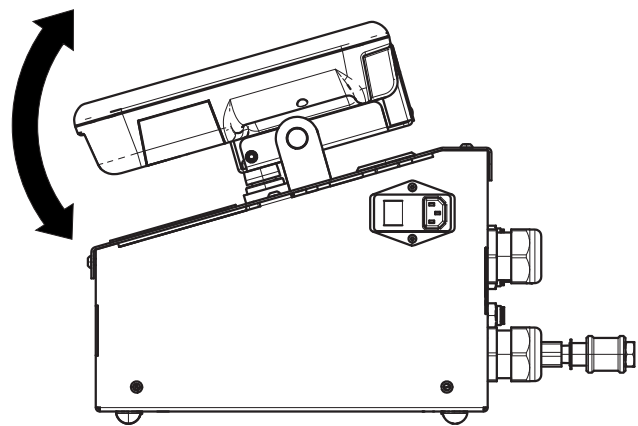

FIG. 13
2. Ajuste o ângulo do ADM para melhor visualização. Consulte a FIG. 13.